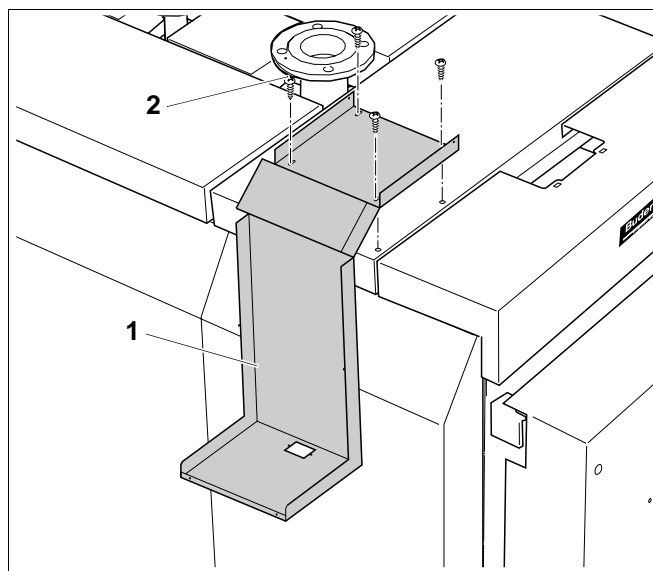

Abb. 1 Träger auf der Kesselhaube befestigen
- Träger (Abb. 1, **Pos. 1**) so auf die Kesselhaube legen, dass die 4 Bohrungen deckungsgleich sind.
- Mit 4 Blechschrauben 4,8 x 19 Träger auf der rechten oder linken Kesselseite befestigen (Abb. 1, **Pos. 2**).